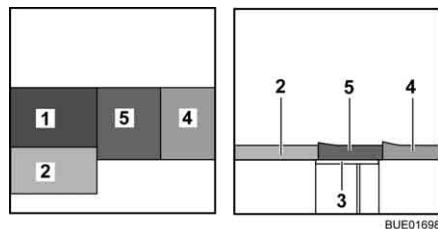

Fig. 131 Après la transformation
- Placer le coussin d'assise (Fig. 131,5) au centre.
- Placer le coussin de dossier (Fig. 131,4) entre le coussin d'assise et la cloison.